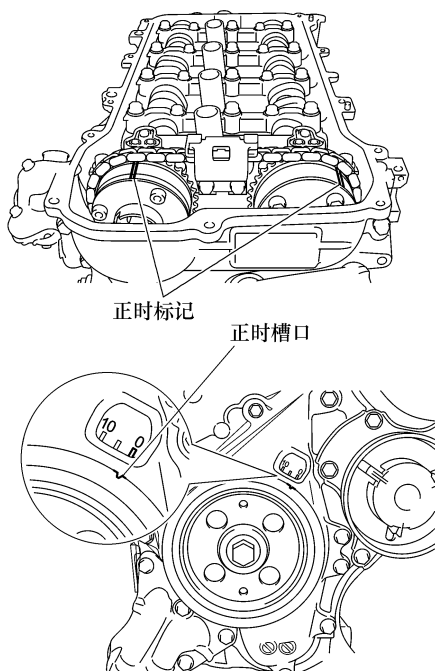

图 1-87 正时标记对准检查
① 转动曲轴带轮，直到其凹槽与正时链条盖上的正时标记“0”对准。
② 如图 1-87 所示，检查并确认凸轮轴正时齿轮和链轮上的齐正时标记和位于 1 号和 2 号轴承盖上的齐正时标记对准。如果没有对准，则转动曲轴 1 圈(360°)，如上所述对准正时标记。